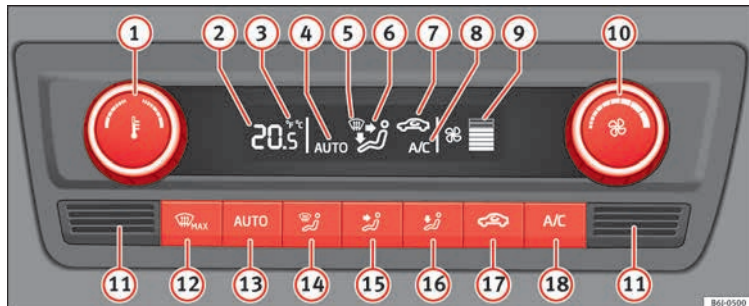

Abb. 167 Climatronic: Bedienelemente
- **A/C** (18) »» Abb. 167 eingeschaltet.
Wenn Sie eine Taste drücken, wird die jeweilige Funktion eingeschaltet und die Klimaautomatik in Betrieb genommen, falls diese ausgeschaltet war, dies erfolgt außer bei Taste (17) »» Abb. 167 (Umluft).
- Drehen Sie den Schalter (10) nach links, bis sich die Segmente der Spalte (9) »» Abb. 167 ausschalten.
- Drücken Sie die Taste **AUTO** **13** » » **Abb. 167**.
Drücken Sie gleichzeitig **2 Sekunden** lang die Tasten **AUTO** und **A/C** » » **Abb. 167**. Auf dem Display erscheinen die Daten in der gewünschten Einheit.
- **Im unteren Teil befindet sich der Innenraumtemperatursensor **11** » » **Abb. 167**. Überkleben oder überdecken Sie den Sensor nicht, da sonst die Climatronic ungünstig beeinflusst werden könnte.**
- Drücken Sie die Taste **AUTO** **13** » » **Abb. 167**. Auf dem Display erscheint **AUTO**.
- Nach dem Einschalten der Zündung können Sie mit dem Drehregler **1** » » **Abb. 167** die gewünschte Innentemperatur einstellen.
- Drücken Sie die Taste  **17** » » **Abb. 167**. Das Symbol  erscheint auf dem Display.
- Drücken Sie die Taste  **17** » » **Abb. 167**. Das Symbol  auf dem Display verschwindet.
- Drehen Sie den Regler **10** » **Abb. 167** nach links (Gebläsedrehzahl verringern) bzw. nach rechts (Gebläsedrehzahl erhöhen).
- Drücken Sie die Taste **MAX** **12** » **Abb. 167**.
» **Abb. 167** oder drücken Sie die Taste **AUTO**.